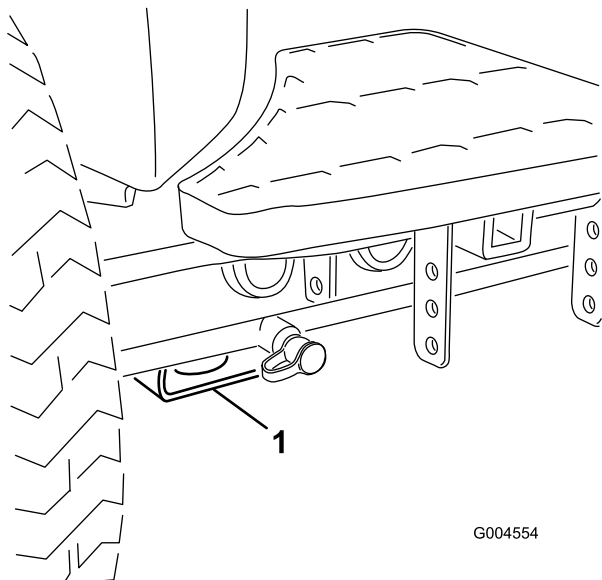

図 46
- ・ 前：各前輪の内側、アクスルチューブの下にある四角いパッド(図 46)